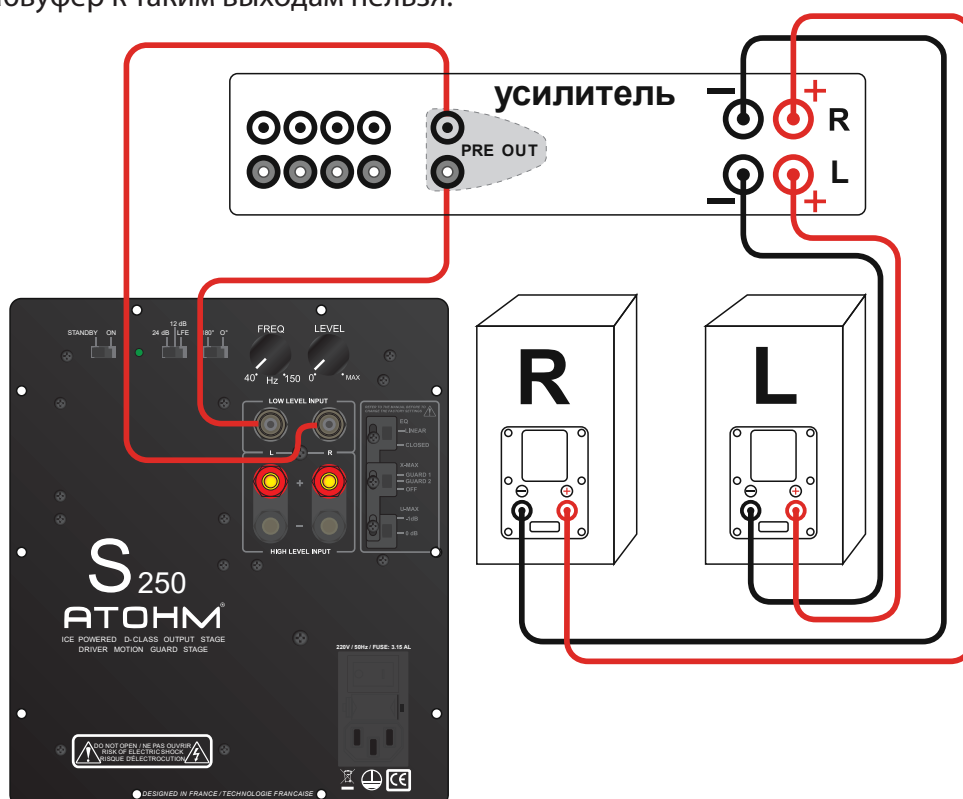

рис. 4
3. РАБОТА С УСИЛИТЕЛЯМИ, ИМЕЮЩИМИ ВЫХОДНОЕ ГНЕЗДО ПРЕДВАРИТЕЛЬНОГО УСИЛЕНИЯ PRE OUT (Рис. 4)